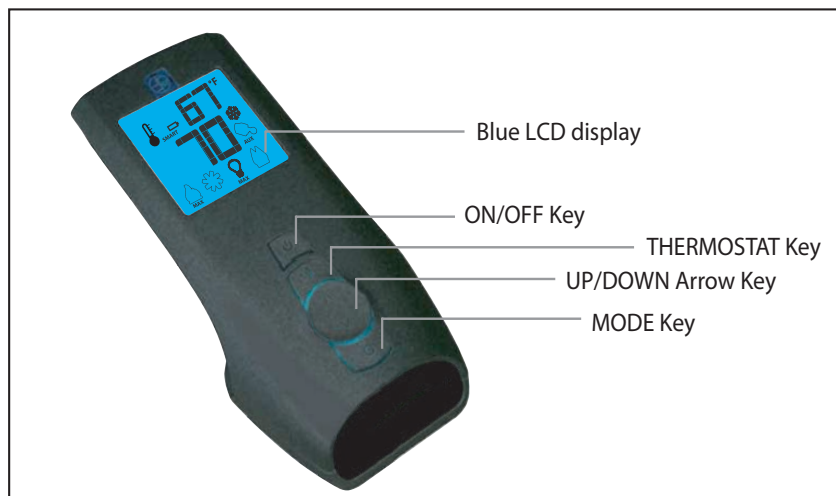
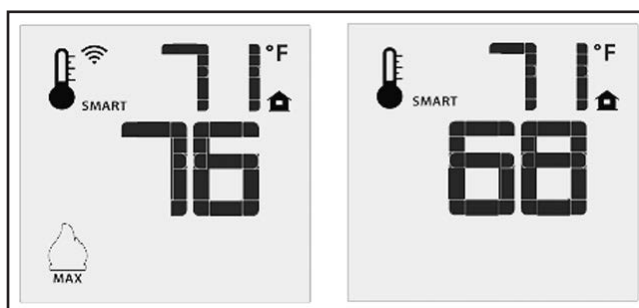

Figure 2: Émetteur Proflame 2.
Figure 9: Fonction Smart Flame de la télécommande.
L'émetteur Proflame 2 est une télécommande noire dotée d'un écran LCD rétroéclairé bleu. Son design épuré, ses boutons simples et son affichage LCD intuitif (Figure 2), lui permettent d'être alimenté par trois (3) piles AAA. Une touche Mode permet de naviguer entre les fonctions et une touche Thermostat permet d'allumer/éteindre l'appareil ou de naviguer entre les fonctions du thermostat (Figure 3).
La télécommande peut fonctionner comme un thermostat d'ambiance. Le thermostat peut être réglé à la température souhaitée pour réguler le confort de la pièce. Pour activer cette fonction, appuyez sur la touche Thermostat (voir Figure 2). L'écran LCD de l'émetteur affichera alors la température réglée (voir Figure 9). Pour régler la température, appuyez sur les flèches Haut et Bas jusqu'à ce que la température souhaitée apparaisse sur l'écran LCD de l'émetteur.
La fonction Thermostat intelligent ajuste la hauteur de la flamme en fonction de l'écart entre la température de consigne et la température ambiante réelle. À mesure que la température ambiante se rapproche de la température de consigne, la fonction Smart diminue la flamme. Pour activer cette fonction, appuyez sur la touche Thermostat (Figure 2) jusqu'à ce que le mot « SMART » apparaisse à droite du thermomètre (Figure 9). Pour régler la température de consigne, appuyez sur les flèches Haut et Bas jusqu'à ce que la température souhaitée s'affiche sur l'écran LCD de l'émetteur.